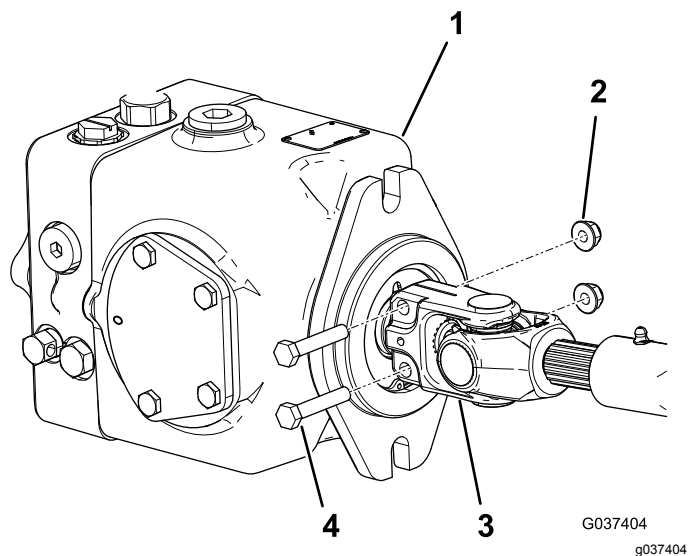

図 2
4. 既存の駆動シャフトの小さい方の端部を油圧ポンプに固定しているフランジナット2個とボルト2本を外す 図 2。
13. 駆動シャフトの小さい方の端部に、ボルトのフランジナット先ほど取り外して保管しておいたものを取り付ける図 2。
14. 駆動シャフトの小さい方の端部を、油圧ポンプのシャフトに取り付け、フランジナットを締め付ける図 2。